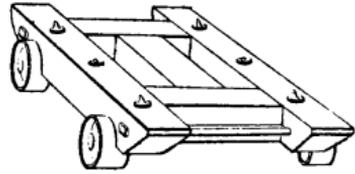

Fig. 130.
**Chariot.** — Petit véhicule (fig. 130) très commode pour le transport des pièces dans les ateliers et magasins.